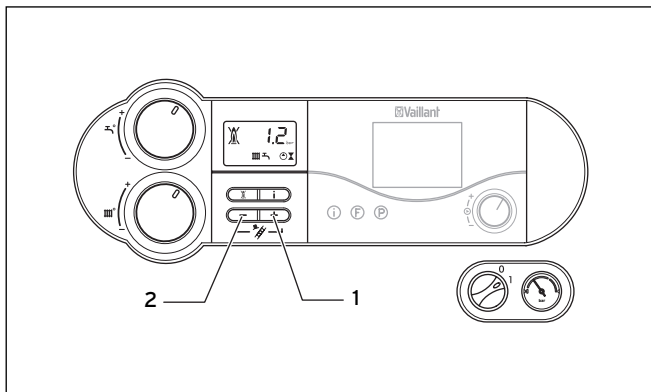

Abb. 8.9 Schornsteinfeger-Messungen
- Aktivieren Sie den Schornsteinfeger-Betrieb, indem Sie gleichzeitig die Tasten „+“ und „-“ drücken (Abb. 8.9)